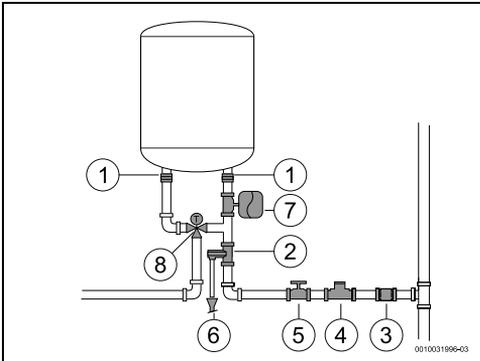

Bild 14
- ▶ Bei Verwendung von PEX-Rohren möglichst ein Thermostatventil (Abb. 14, [8]) am Ausgangsrohr des Geräts installieren. Dieses muss auf die Leistungsparameter des verwendeten Materials abgestimmt sein.
- ▶ Zwischen dem Sicherheitsventil und dem Kaltwassereintritt (rechte Seite) des Geräts dürfen keine anderen als die in Abb. 14 dargestellten Zubehörteile installiert werden.
- ▶ Druckminderer installieren (Abb. 14, [4]). Der Druckminderer wird immer dann aktiviert, wenn der Wasserdruck im Gerät 8 bar (± 1 bar) überschreitet. In diesem Fall muss eine Möglichkeit zum Ableiten des Wassers vorgesehen werden.
- ▶ Ausdehnungsgefäß installieren (Abb. 14, [7]), damit das Sicherheitsventil nicht so häufig öffnet. Das Volumen des Ausdehnungsgefäßes muss 5 % des Gerätevolumens betragen.